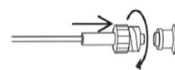

図 2
- 図 2 のように、ガスサンプリングライン（オス型ルアーコネクタ）を呼吸ガスモニタに接続する。